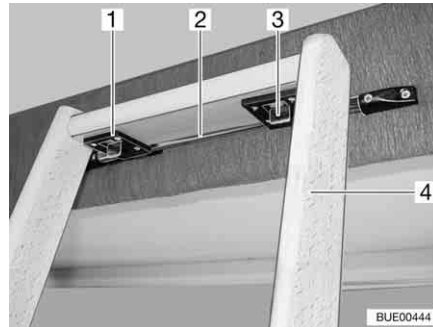

Fig. 101 Scaletta di accesso, bloccaggio
- Appendere la scaletta di accesso (Fig. 101,4) con i due ganci (Fig. 101,1) alla guida (Fig. 101,2) nel diaframma del letto basculante.
- Spingere i due bloccaggi (Fig. 101,3) in avanti.